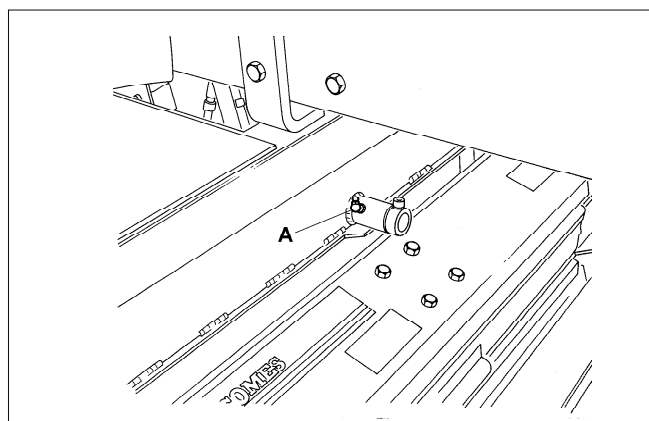

Fig.31
- (d) Pivotes de la unidad de corte, detrás (A Fig 31)